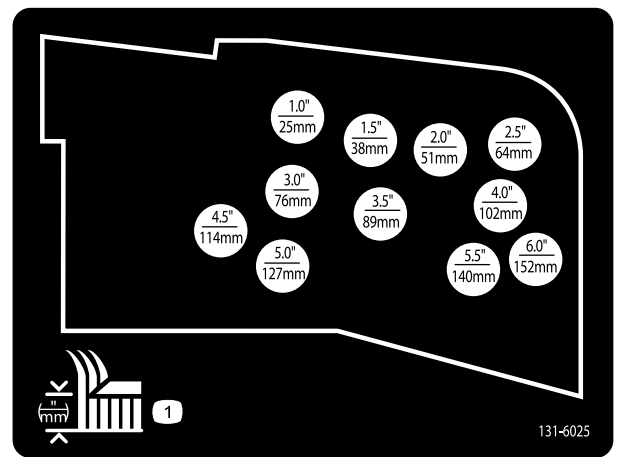

Figure 21
10. Montez les chaînes de hauteur de coupe dans le trou correspondant à la hauteur de coupe voulue à l'aide de l'axe de chape et de la goupille fendue (Figure 21).